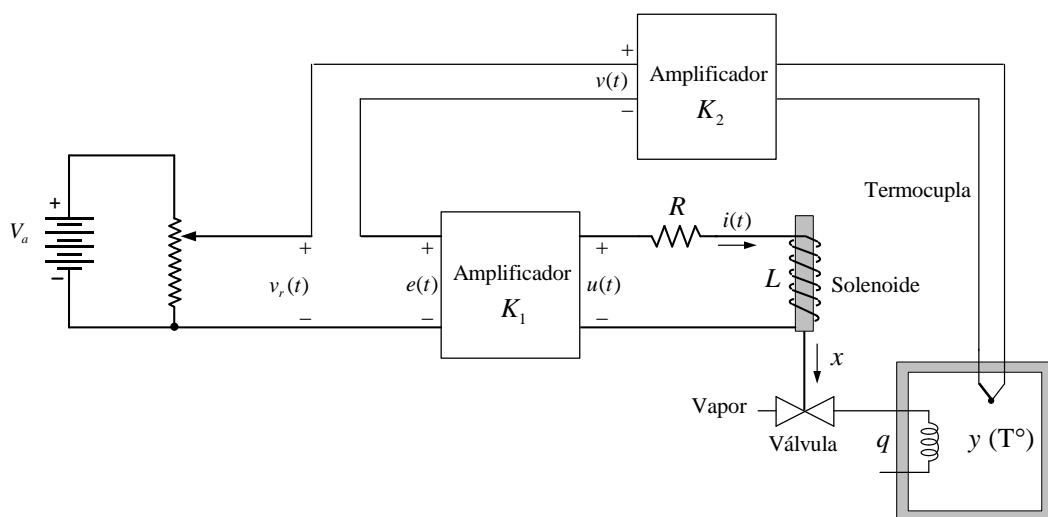

Figura 1.
Considere el sistema de control de temperatura a lazo cerrado de la Figura 1. En este sistema se pretende controlar la temperatura $y(t)$ dentro de la cámara, la cual es calentada a través de vapor. El flujo del vapor $q(t)$ utilizado en el sistema es proporcional a la apertura $x(t)$ de la válvula, o sea $q(t) = K_q x(t)$. Esta apertura es controlada mediante un solenoide, y la misma es proporcional a la corriente $i(t)$ en su bobina, es decir $x(t) = K_s i(t)$. En el sistema indicado también se considera que la temperatura de la cámara y el flujo de vapor $q(t)$ están relacionados por la ecuación (1)
- En la figura 1 indicar las partes del sistema de control: planta, actuador, controlador y sensor.